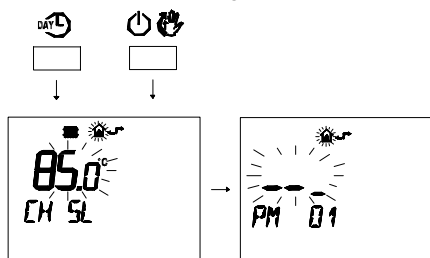

Figura 8.13
- Premere contemporaneamente i pulsanti  e  per entrare nella programmazione trasparente (Figura 8.13).